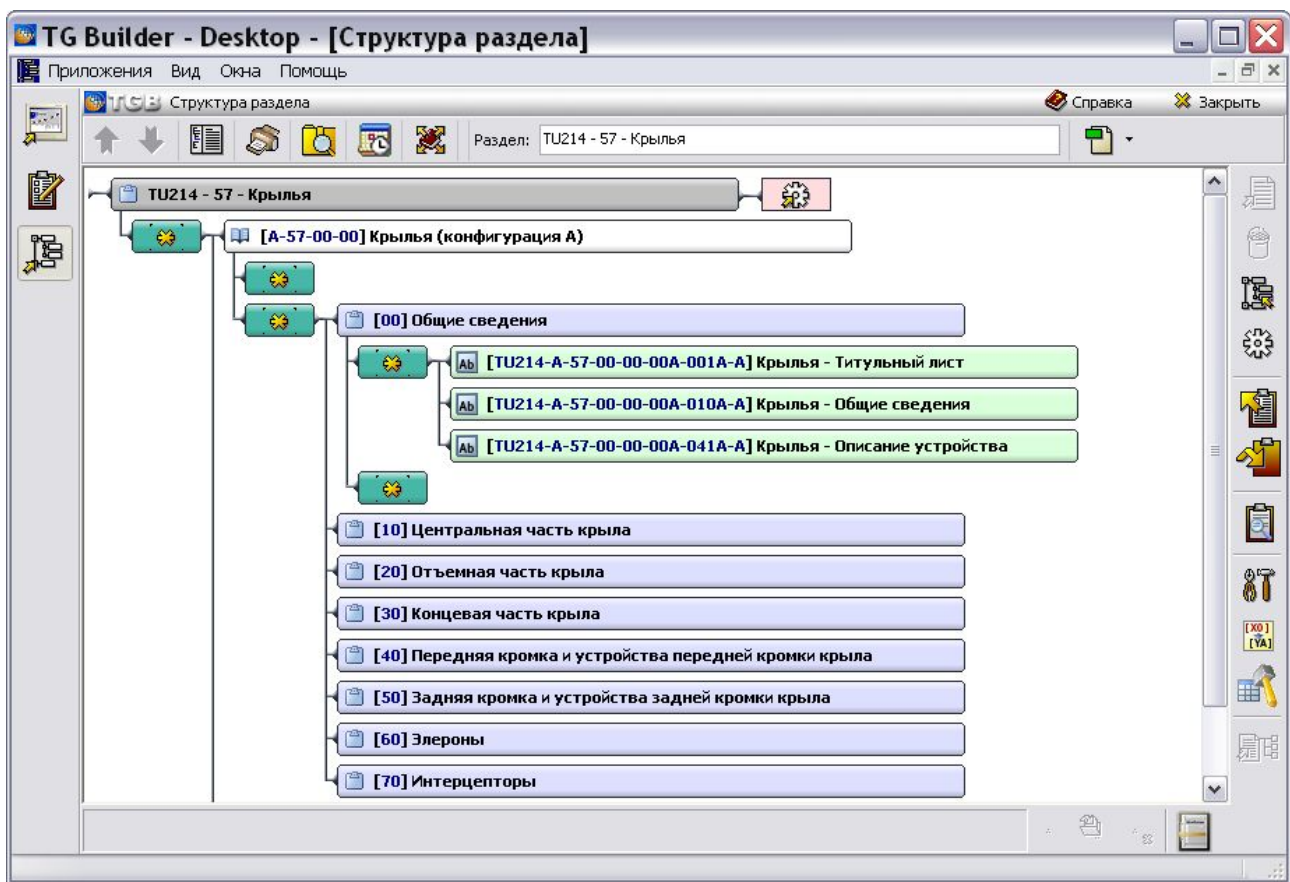

Рис. 12.3. Структура проекта
2. Откройте проект для редактирования и в редакторе структуры сформируйте перечень требуемых разделов и модулей данных (Рис. 12.3).